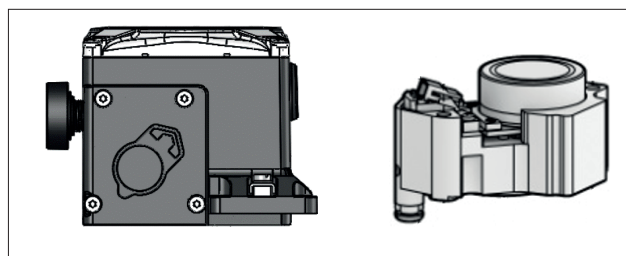

Fig. 74. NDX1510_ localização do pré-estágio.
- sob a tampa do pré-estágio com o símbolo do pré-estágio (Fig. 74)